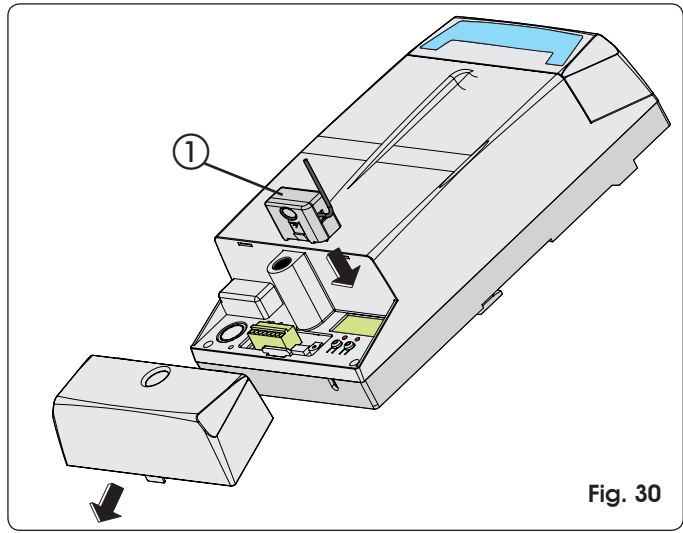

Fig. 30
L'apparecchiatura elettronica è provvista di un sistema di decodifica (DS, SLH, LC) bi-canale integrato chiamato OMNIDEC. Questo sistema permette di memorizzare, tramite un modulo ricevente aggiuntivo (Fig. 30 rif. ①) e radiocomandi della stessa frequenza, sia l'apertura totale (OPEN A) sia l'apertura parziale (OPEN B) dell'automazione.